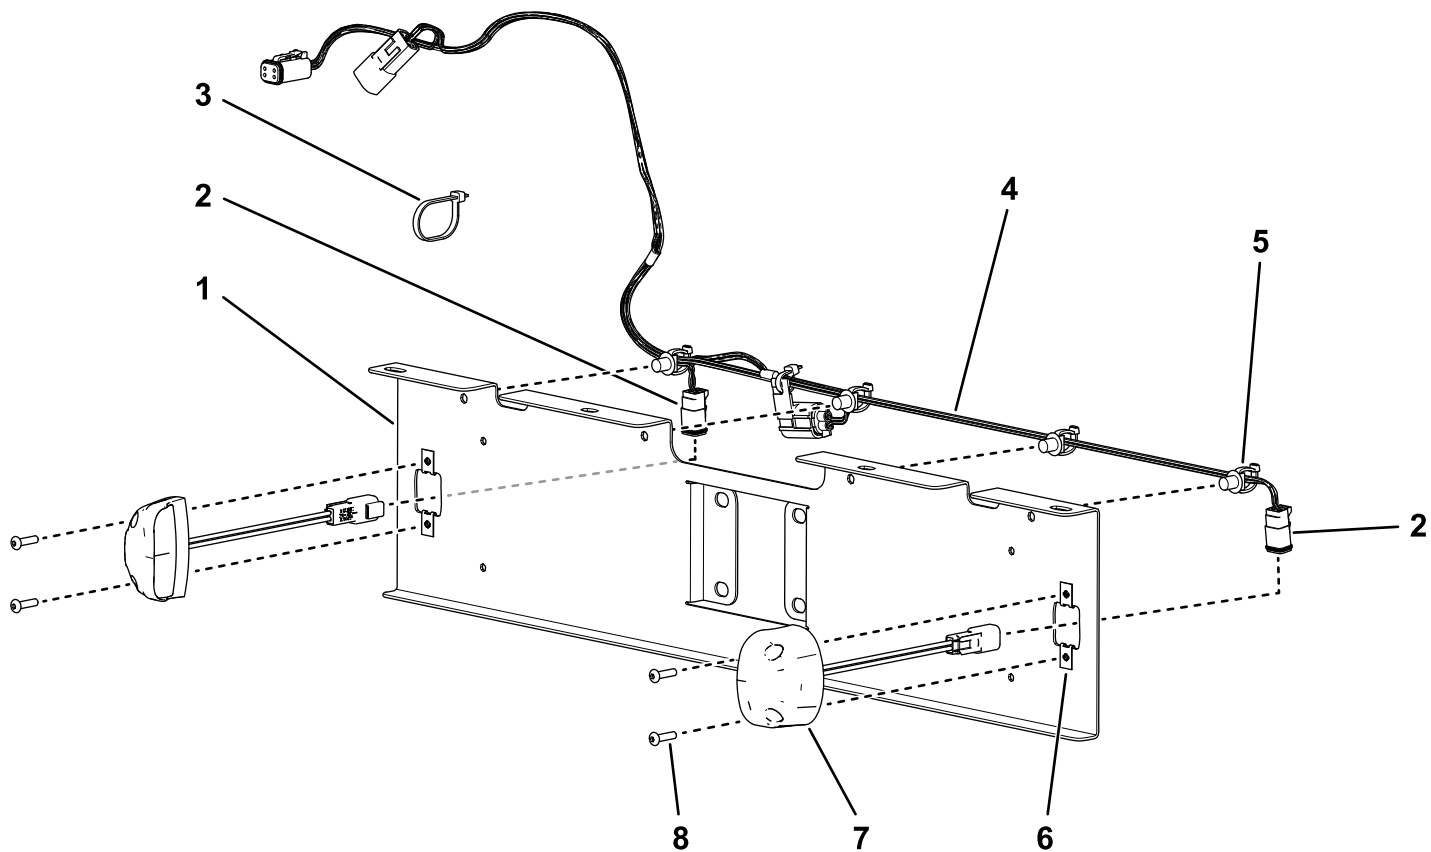

图 1
1. 将牌照线束沿着牌照支架的顶部布置使 2 个大接头和保险丝位于左侧 (图 1)。
2. 将线束上的 4 个压入式紧固件压入支架上对应的孔中将线束固定到支架上 (图 1)。
3. 将牌照灯接头穿过支架任意一侧的大孔将其连接至 2 个牌照灯 (图 1)。
4. 如图 1 所示用 4 个六角圆头螺栓 #10 x ¾ 英寸和 4 个夹紧螺母将灯安装到支架。